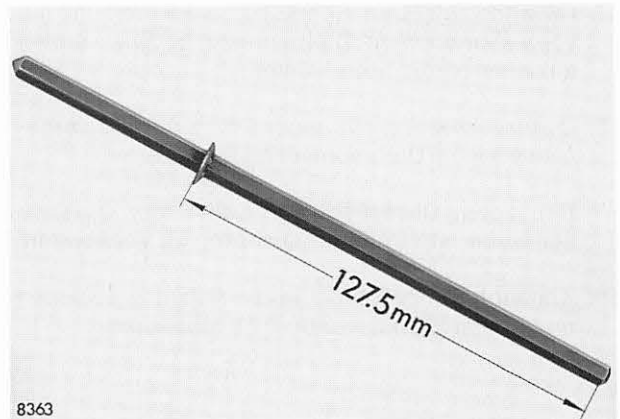

Abb. 168 Antriebswelle – Ölpumpe
54. Antriebswelle-Ölpumpe mit aufgepreßter Haltescheibe (Richtung und Abstand beachten), mit der spitzen Seite zum Verteiler zeigend, in den Zylinderblock einführen, Abb. 168.